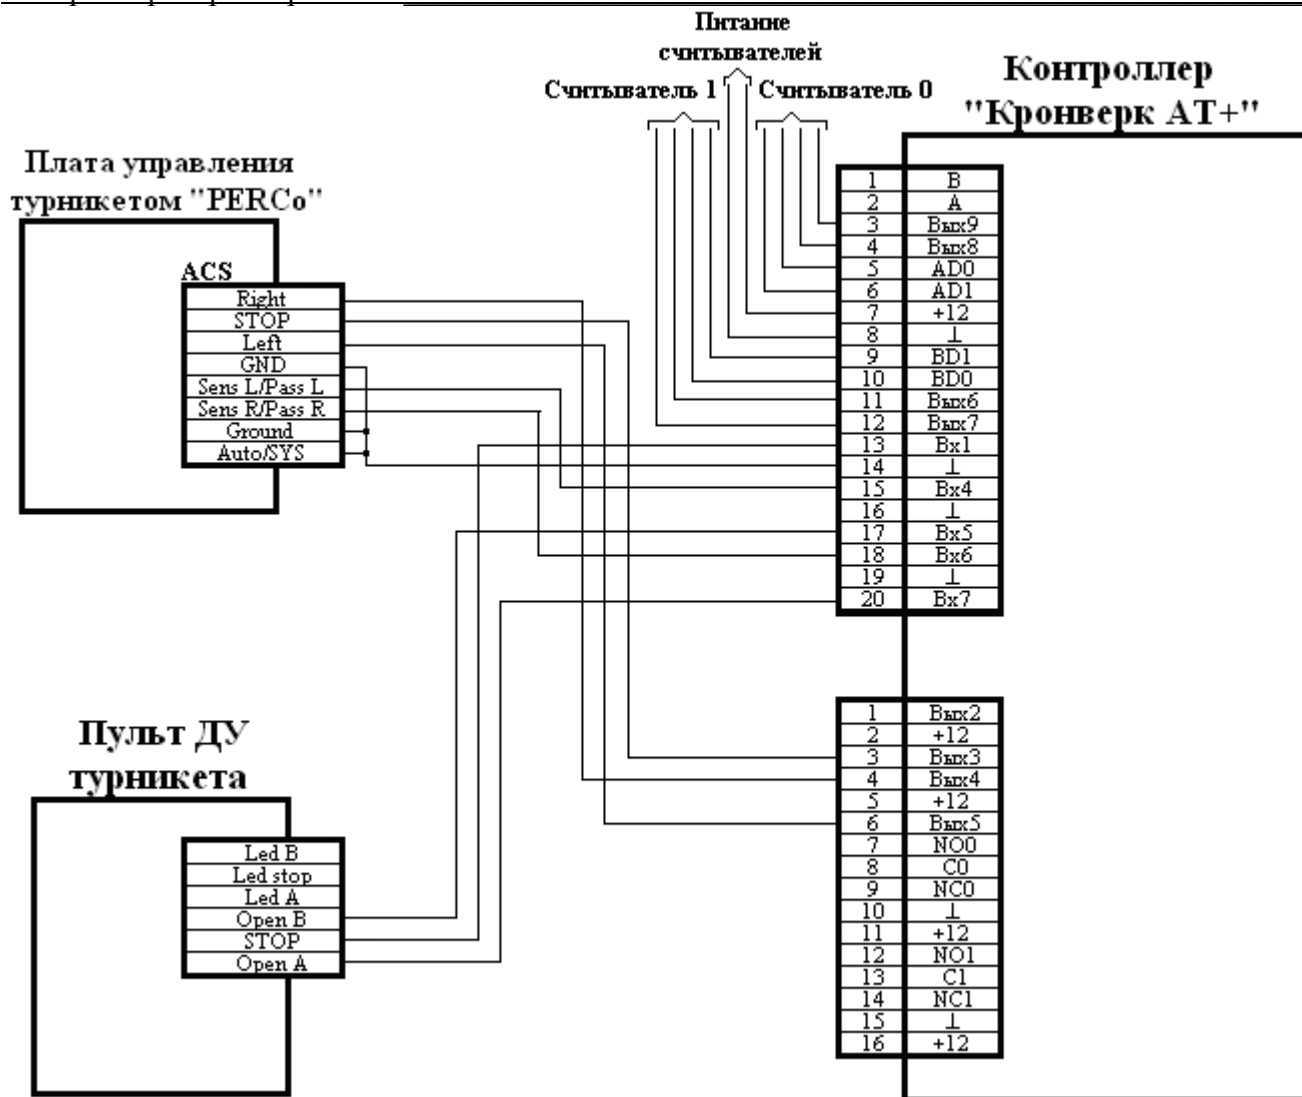

Рисунок 8.13: Подключение турникета фирмы «PERCo» к контроллеру «Кронверк АТ+».
1. Данная схема подключения, рисунок 8.13, требует для турникета установки режима работы 2 (см. «Руководство по эксплуатации» на турникеты, страница 10).